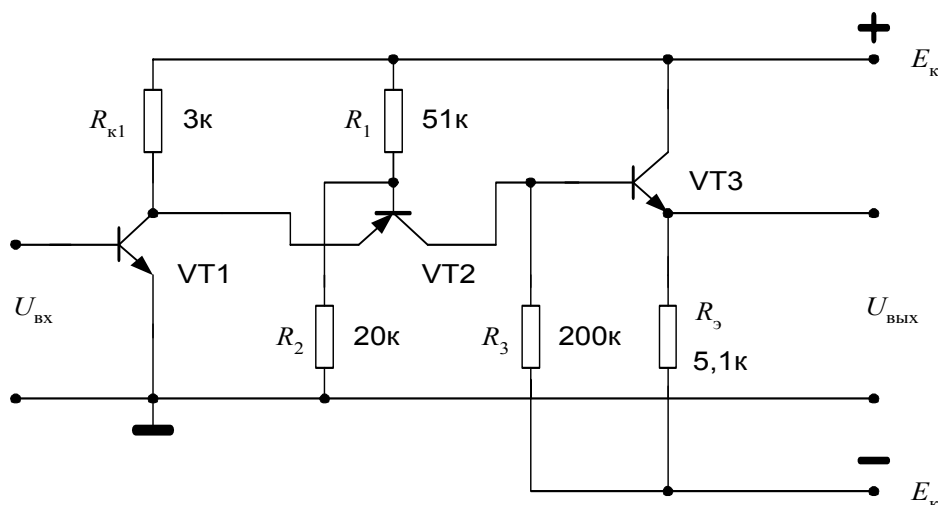

Рис. 30. Схема трехкаскадного усилителя
6. Рассчитать основные параметры усилителя, схема которого приведена на рис. 30.